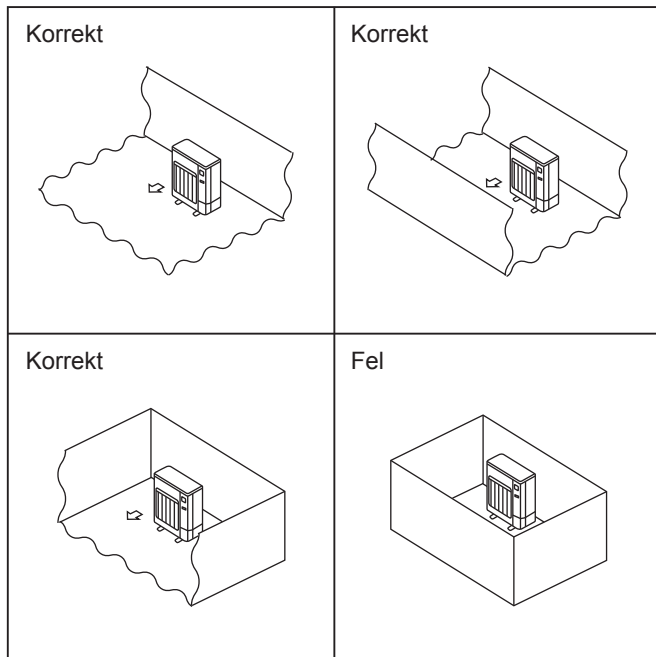

Fig. 2-2
- Ⓢ Installera utomhusenheter på en tillräckligt stor plats där minst en av de fyra sidorna är öppen och det inte finns några nedsänkningar. (Fig. 2-2)